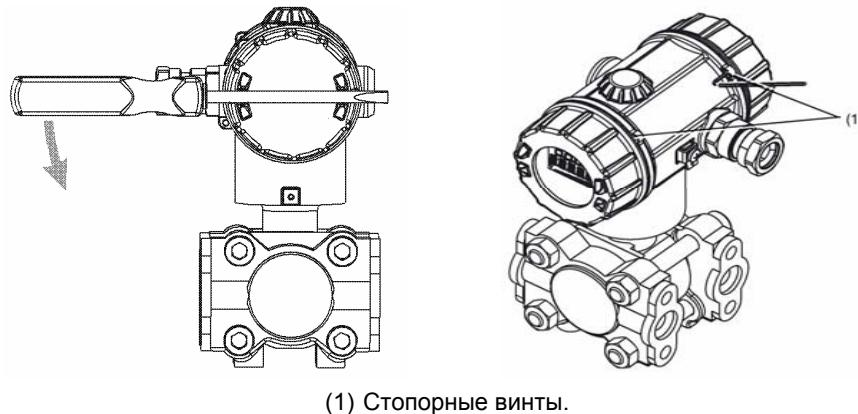

Рисунок 4 - Разборка преобразователей
8.5.2 Передняя и задняя крышки могут быть откручены, например, отверткой. Для этого необходимо ослабить стопорные винты (см. рисунок 4).